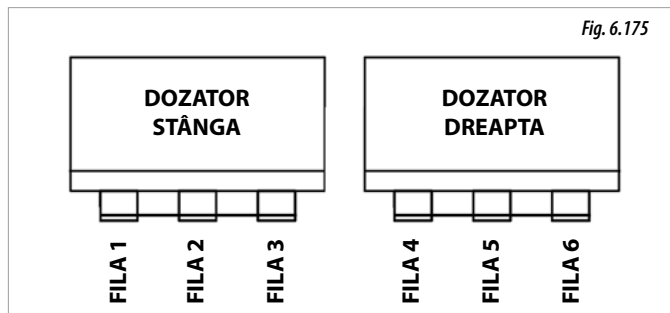

Fig. 6.173
2.1- Modele cu controler **PERFORMER**: cu ajutorul tractorului, reglați presiunea hidraulică a turbinei în funcție de doza dorită, controlați presiunea cu ajutorul manometrului (Fig. 6.173).